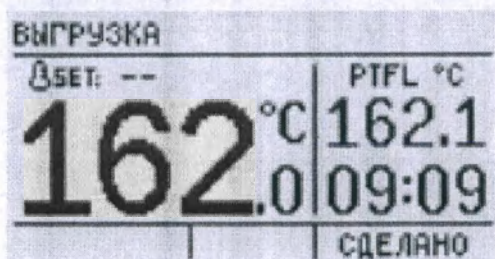

рис. 28
6. На дисплее со стороны выгрузки отображается информация согласно рис. 28.